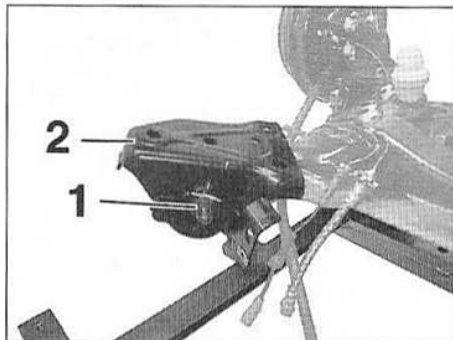

FIG.53
- le boulon (1) (Fig.53),
- la chape de palier (2).